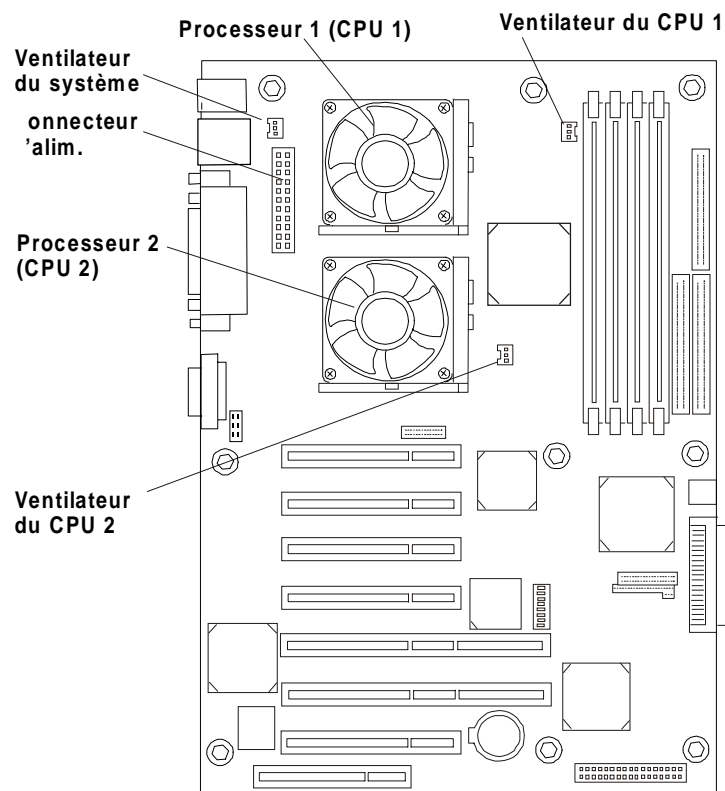

Figure 6-1. Carte système
4. Branchez le connecteur du ventilateur au second connecteur pour ventilateur (CPU 2 Fan) sur la carte système. Reportez-vous à la figure 6-1.
1. Débranchez le connecteur du ventilateur du connecteur qui lui est réservé sur la carte système. Reportez-vous à la figure 6-1.